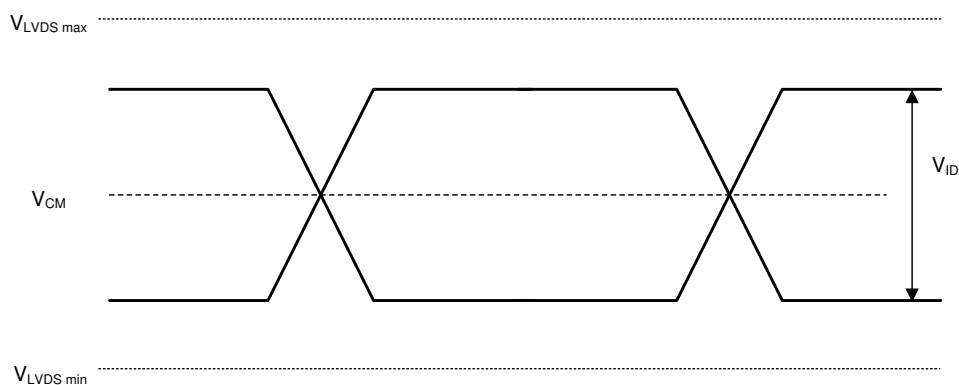

図 5-5. LVDS 波形パラメータ
- (1) すべての電圧は、共通グランド  $V_{SS}$  を基準としています。DMD を正しく動作させるには、 $V_{DD}$ 、 $V_{DDI}$ 、 $V_{CC2}$  の電源がすべて必要です。 $V_{SS}$  も接続する必要があります。
- (2)  $V_{CC2}$  電源過渡電圧は、規定最大電圧内に収まる必要があります。
- (3) 過剰な電流を防止するため、電源電圧のデルタ  $|V_{DDI} - V_{DD}|$  は、指定限界値よりも小さい必要があります。DMD 電源要件を参照してください。
- (4) PWRDNZ 入力ピンは SCP をリセットし、LVDS レシーバを無効にします。PWRDNZ 入力ピンは SCPENZ 入力ピンをオーバーライドし、SCPDO 出力ピンをトライ ステートにします。
- (5) タイミング要件の LVDS クロックのタイミング要件を参照してください。
- (6) LVDS 波形要件については、図 5-5をご覧ください。
- (7) DMD を最大 推奨動作条件の温度および UV 照明に同時に曝露すると、デバイスの寿命が短くなります。